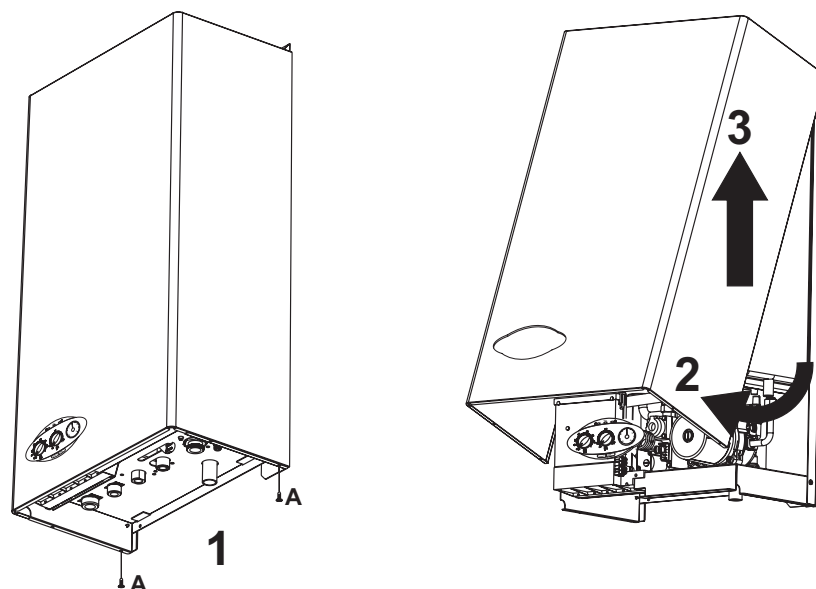

fig. 16 - Apertura mantello
1. Svitare le viti A (vedi fig. 16).
2. Ruotare il mantello (vedi fig. 16).